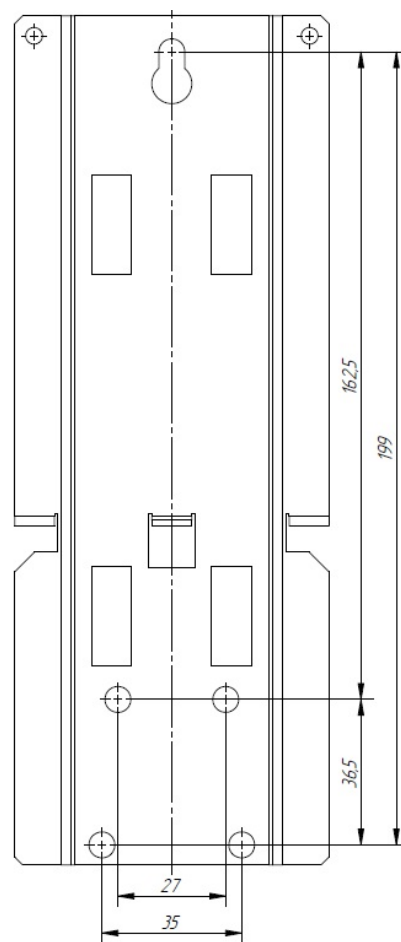

Рисунок 2А - Размеры швеллера для монтажа на стену
- незащищенный вариант установки через нижние отверстия в швеллере (рисунок 2А).